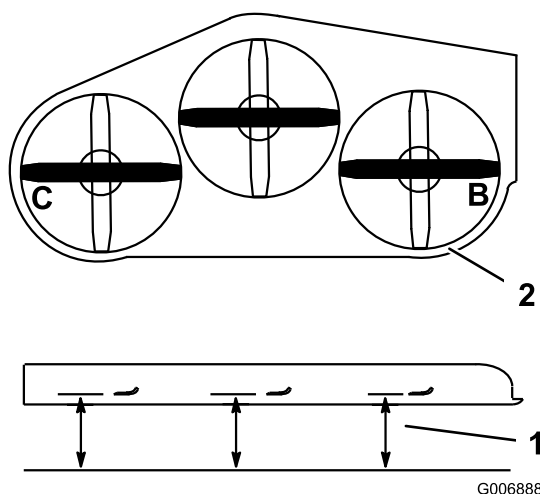

図 83
3. デッキのブレードを左右方向に向ける。**B**位置と**C**位置とで (図 83)、平らな床面からブレードの刃先までの高さを測る。